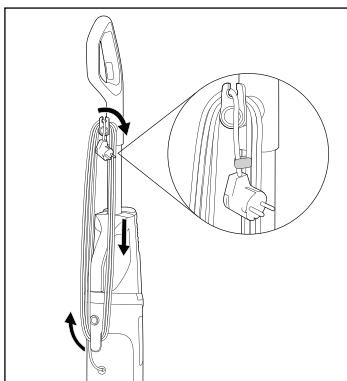

Fig. 3
- ♦ Vikl strømledningen 17 helt om ledningsholderne foroven og forneden 16/20 (se fig. 3).